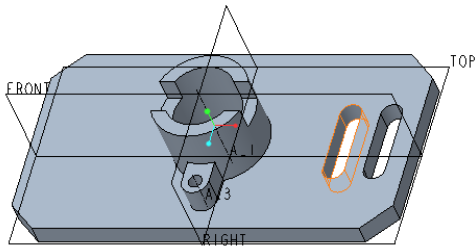

图 5-7 复制粘贴后的模型
- 9 “拉伸”选项卡中的其他设置和源拉伸切口特征一样。注意预览效果是必要的, 预览满意后单击“完成”按钮, 此时模型如图 5-7 所示。